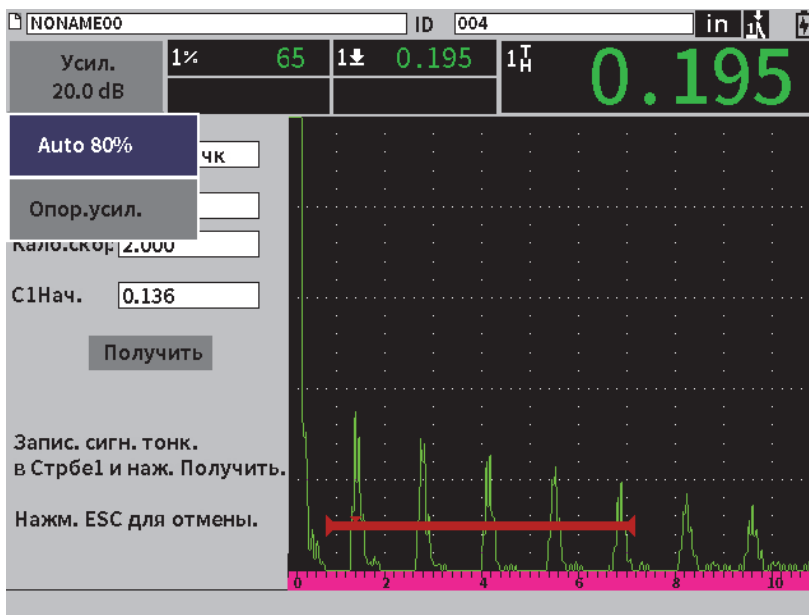

Рис. 8-4 Калибровка — Готов к Авто 80% на эхо-сигнале от тонкого образца
8. Нажмите клавишу Tab, чтобы выделить область настройки **Усил.**; завершите процедуру **Авто 80%** (см. Рис. 8-4 на стр 118). Подробнее о процедуре Авто XX% см. в разделе «Использование функции Авто XX%» на стр. 82.